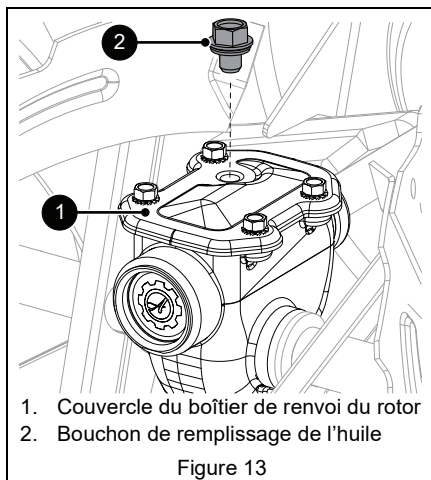

Figure 13
2. Retirer le bouchon de remplissage de l'huile. Voir Figure 13.